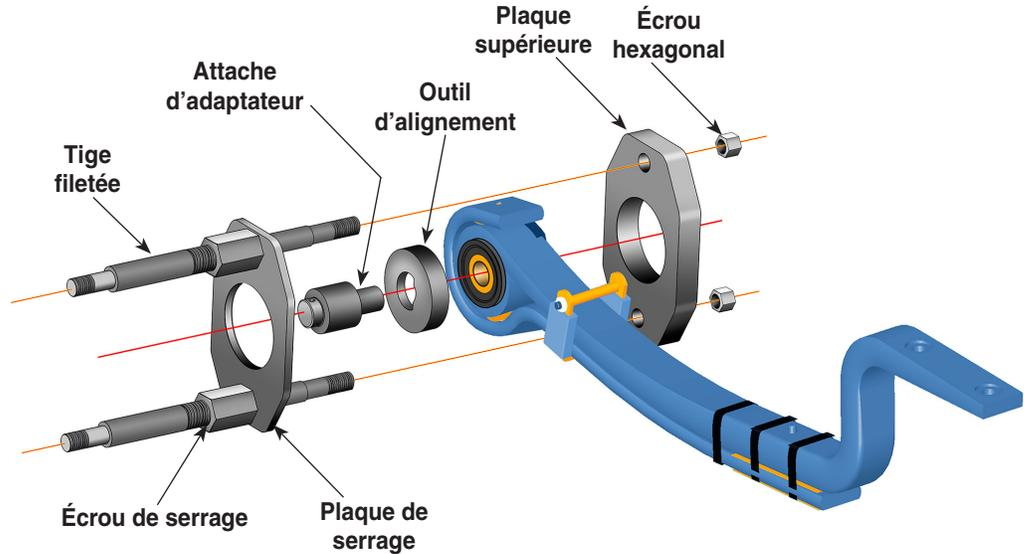

Figure 1
1. Insérez l'attache d'adaptateur dans l'outil d'alignement et dans le trou de la bague de pivot comme illustré à la Figure 1.